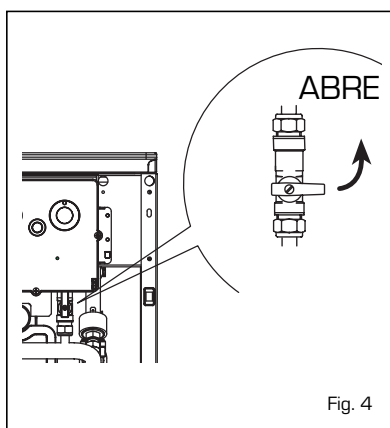

Fig. 4
2.2.1 Rellenado de la instalación (fig. 4)
nectado el interruptor general. El llenado se realiza lentamente, de este modo se permite la salida de las burbujas de aire a través de las relativas ventilaciones. Para facilitar esta operación, ubique en posición horizontal el corte de la ranura del tornillo de desbloqueo de las válvulas de retención. Terminada la fase de llenado, lleve el tornillo en la posición inicial. Al terminar la operación controle que el grifo esté cerrado (fig. 4).